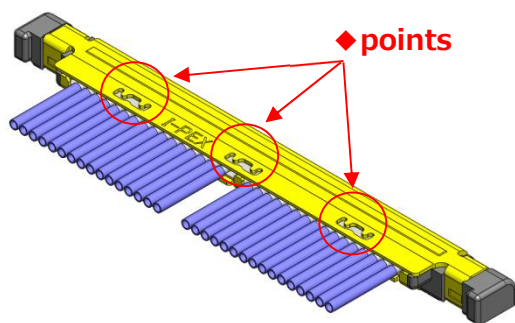

図.7 半田付け箇所(METAL COVER-Ground Bar)
- ③ Metal Cover の表側 3 箇所と Ground Bar を半田コテにて全箇所半田付けすることを推奨する。(図.7 ◆部)